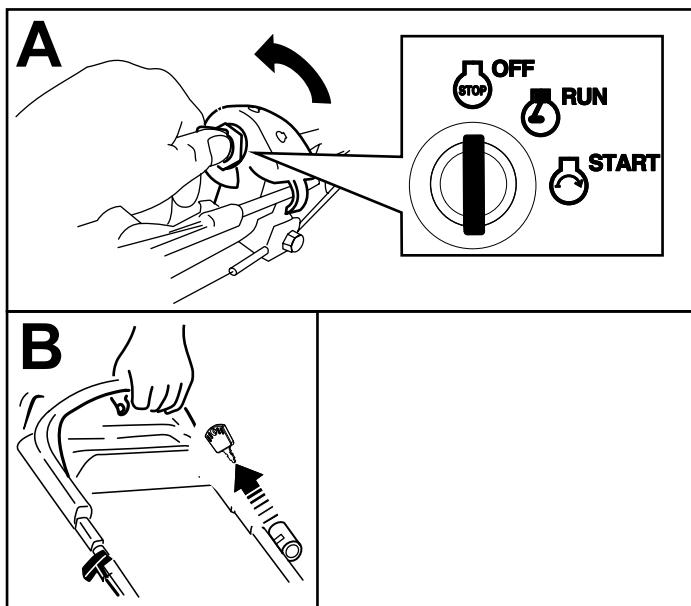

Рисунок 19
- Поверните ключ зажигания в положение OFF (Выкл.) (вид А на Рисунок 19).
- После остановки двигателя извлеките ключ из замка зажигания. Всегда берите его с собой при покидании машины (вид Б на Рисунок 19).